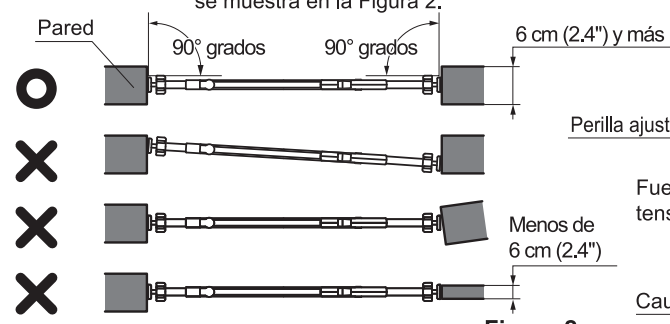
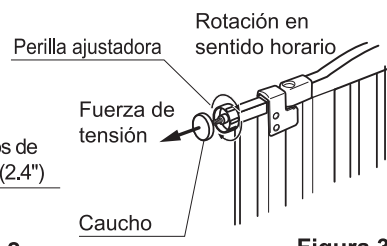

Figura 2
Figura 3
• Si el producto se ha instalado correctamente, la parte superior de la puerta (cuando se mira hacia abajo desde encima de la parte superior) será tan recta como una línea con cada extremo alineado en un ángulo de 90 grados según se muestra en la Figura 2.
- 1 Determine la dirección deseada de apertura de la puerta. Coloque el producto contra la pared en ángulo recto perpendicular según se muestra en la Figura 2. Apriete la Perilla Ajustadora superior hasta que el caucho de la Perilla Ajustadora haga contacto con la superficie de pared según se muestra en la Figura 3.